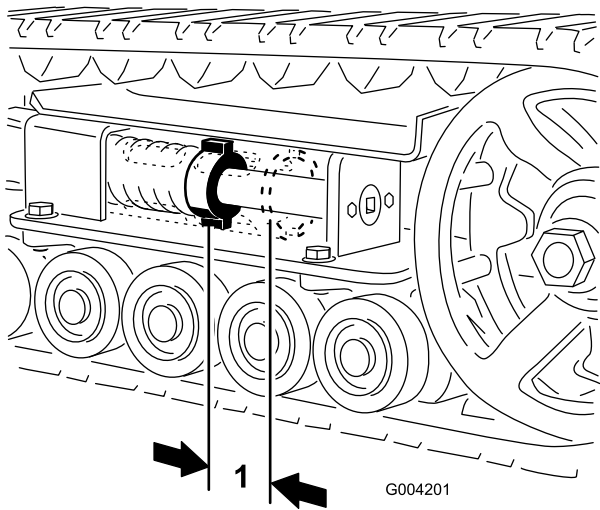

Bild 46
Der Abstand zwischen der Spannungsmutter und der Rückseite des Spannungsrohrs sollte 7 cm sein (Bild 46). Stellen Sie ansonsten die Kettenspannung wie folgt ein:
5. Drehen Sie die Spanschraube mit einer Ratsche (1/2") nach links, bis der Abstand zwischen der Spannmutter und der Rückseite des Spannungsrohrs 7 cm beträgt (Bild 46).
- Drehen Sie die Spannschraube nach links, bis der Abstand zwischen der Spannmutter und der Rückseite des Spannungsrohrs (Bild 46) 7 cm beträgt.
18. Drehen Sie die Spannschraube nach links, bis der Abstand zwischen der Spannmutter und der Rückseite des Spannungsrohr (Bild 46) 7 cm beträgt.